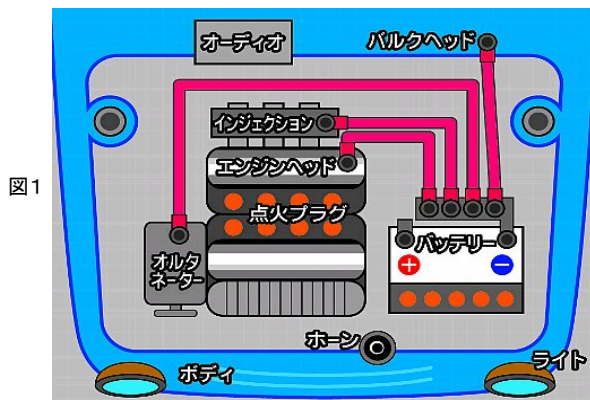

図1
アーシングの期待効果と配線接続例(図1参照)
- ③ バッテリーから接続ポイントまでの距離に適した長さのケーブルを選択し、アーシングターミナルへボルトで取り付け、次に反対側の端子を接続ポイントのボルトに配線します。(図1参照)
- ④ 取り付けしたケーブルをアーシングターミナルセットに同梱されているケーブルタイを使用し、走行中振動で動かないようしっかりと固定して下さい。